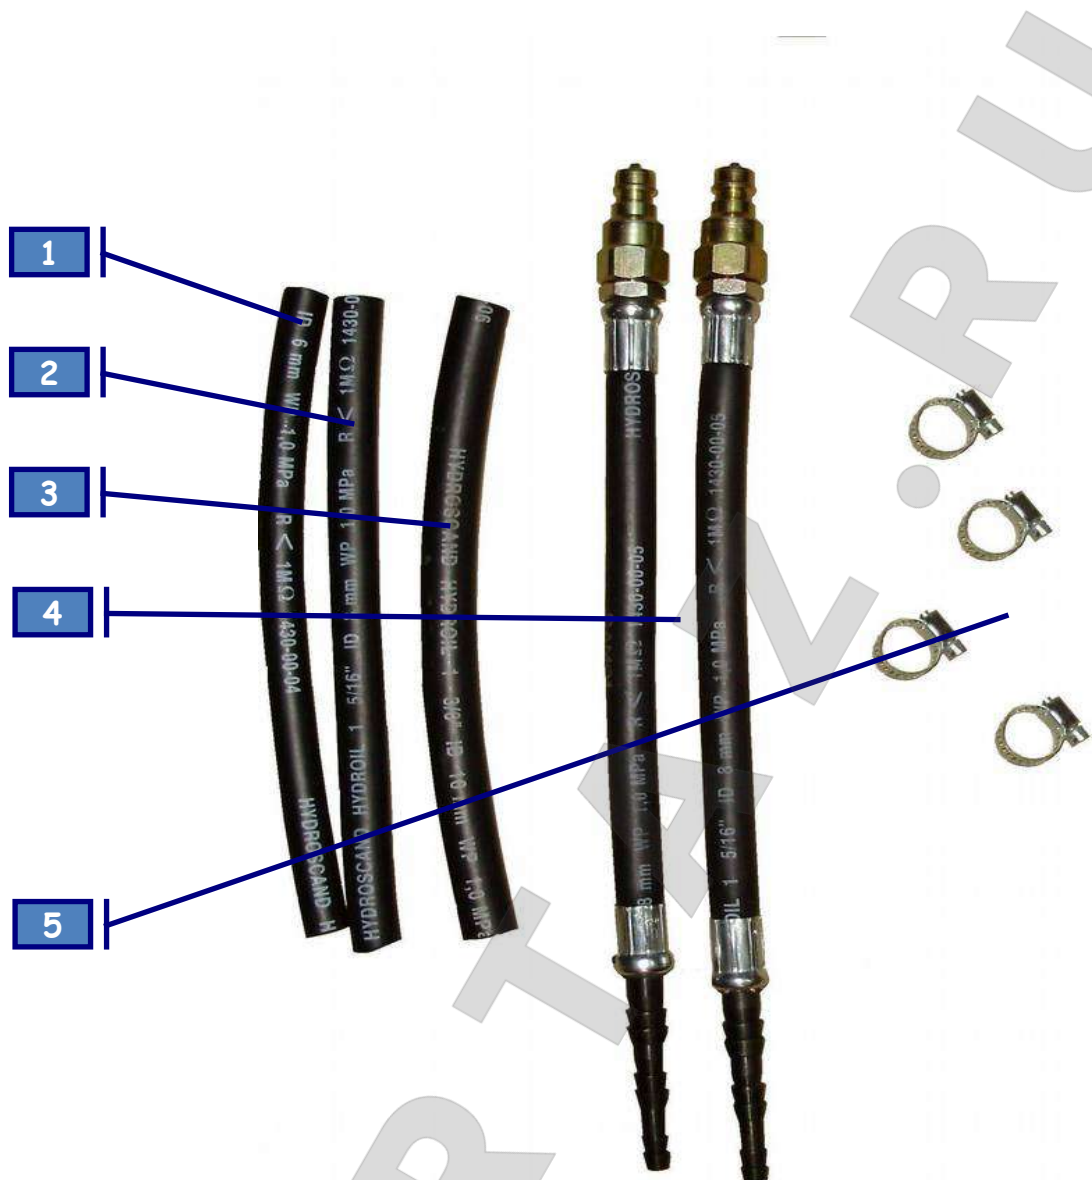

Рис. 1
4, 5 – БРС (Быстро Разъемное Соединение) для подключения к АКПП через адаптеры (п.4 рис.1).
- 8- Адаптеры для подключения установки (п.4 рис.1)
2. В образовавшийся разрыв подсоединить Универсальные адаптеры (п.4 рис.1).
3. Соединения закрепить хомутами (п.5 рис.1).